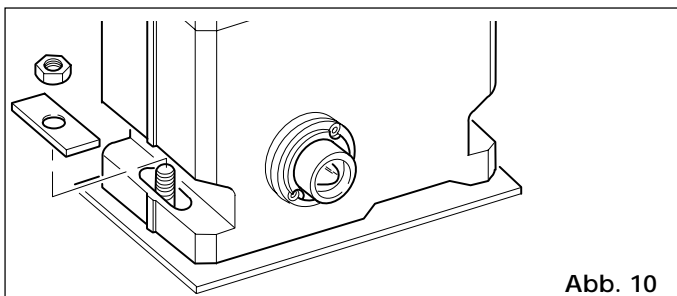

Abb. 10
- 4) Getriebemotor anhand der 2 beigestellten Muttern und Plättchen gem. Abb. 10 auf der Fundamentplatte befestigen.